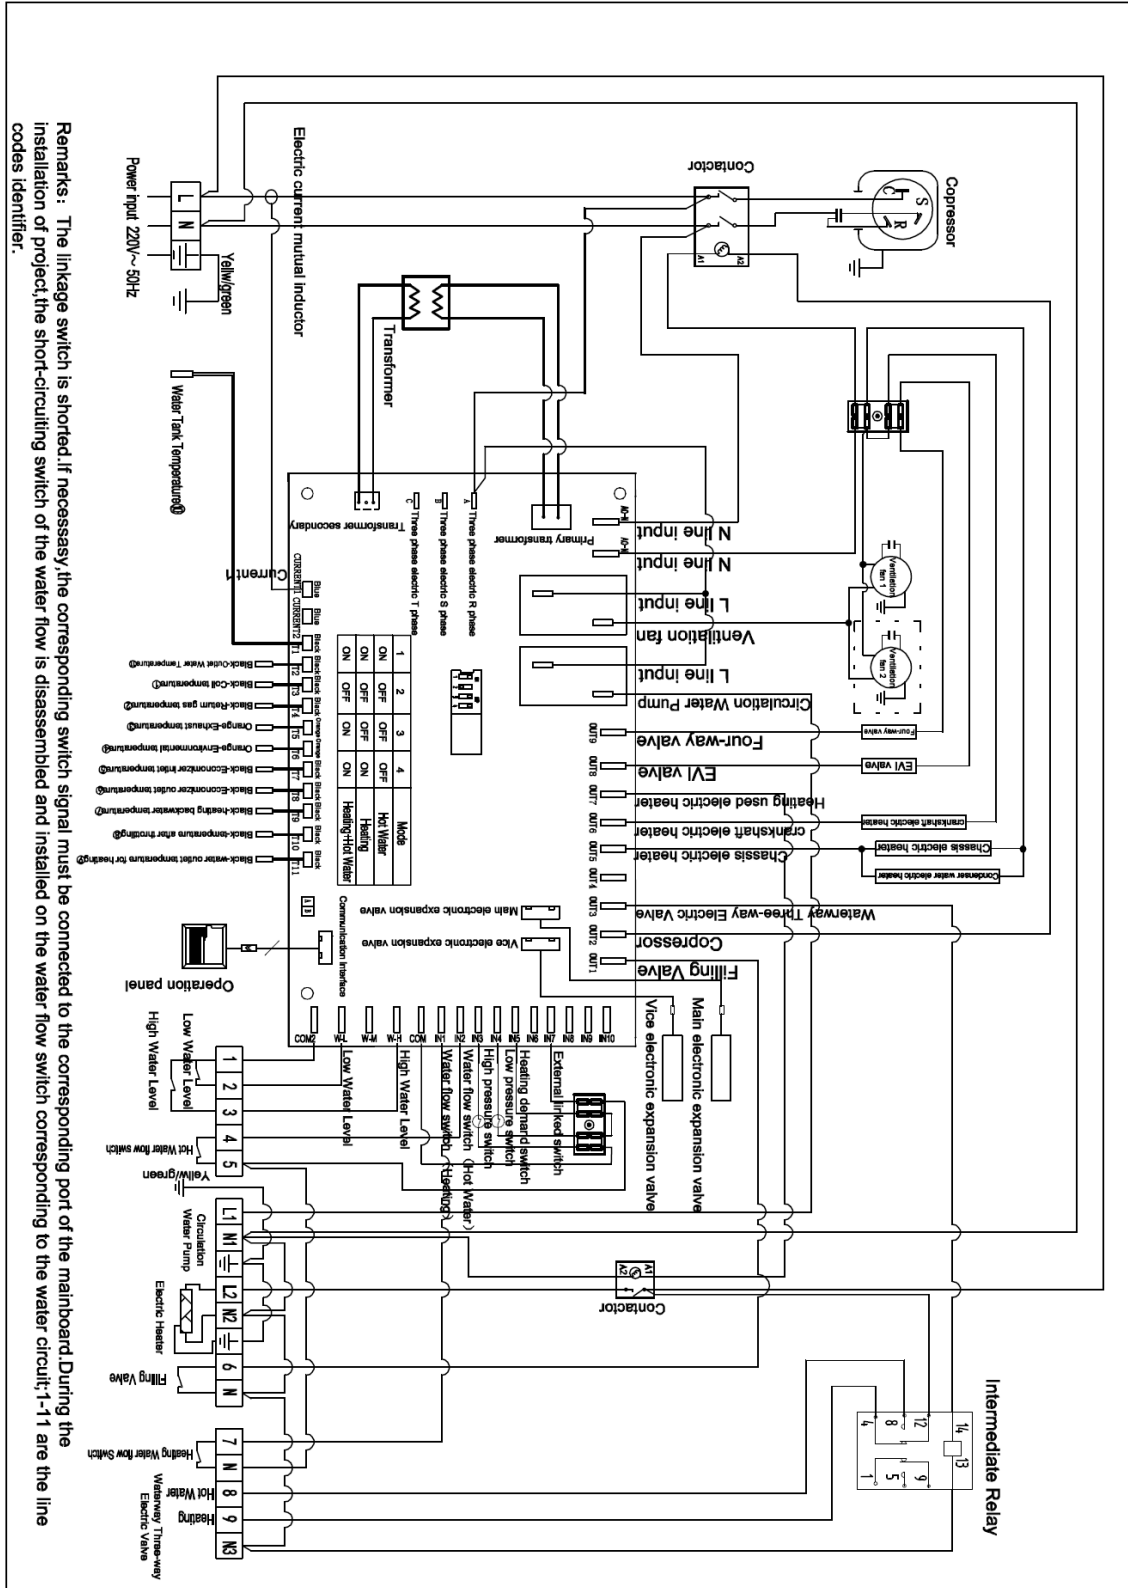

Rys. 1
4. Dla łatwego i lepszego utrzymania dobrego stanu technicznego i rozwiązywania problemów [serwisowania] należy zadbać, by nie było „przeszkód” w otoczeniu jednostki nie bliżej niż 500 mm; by nie było przeszkód w odległości 2 m w pozycji pionowej (Patrz rysunek 1).